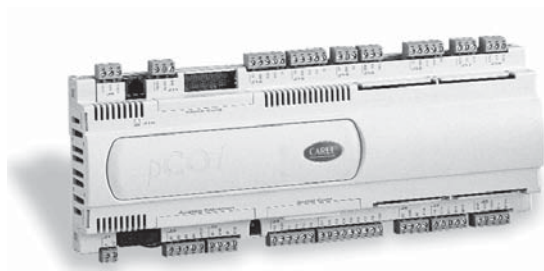

Fig. 1
Pour les Figures 1...4, la connexion au PCO3 se fait en suivant cette procédure :
1. avec un tournevis, ôter le cache "serialcard" du contrôle électronique (voir fig. 1) ;